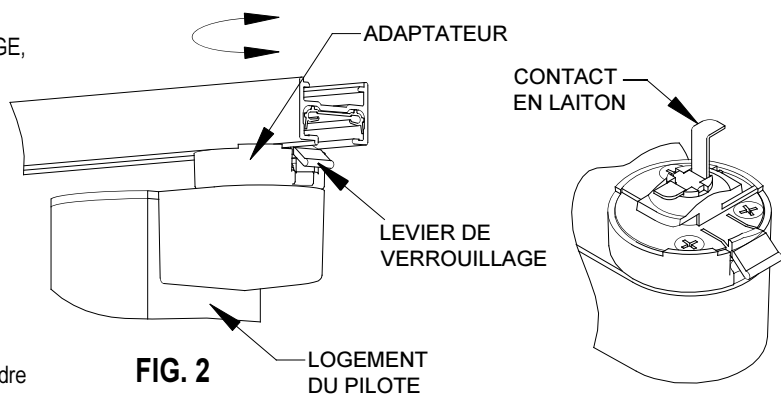

FIG. 2
2. Faire pivoter l'ADAPTATEUR du luminaire de 90° dans le sens horaire à l'aide du LOGEMENT DU PILOTE jusqu'à ce que le LEVIER DE VERROUILLAGE soit fixé. (FIG. 2)
3. Pour retirer le luminaire, appuyer sur le LEVIER DE VERROUILLAGE, puis faire pivoter l'ADAPTATEUR de 90° dans le sens antihoraire à l'aide du LOGEMENT DU PILOTE (FIG. 2)